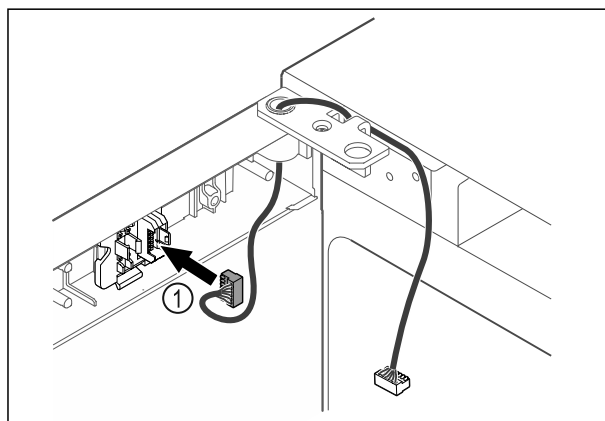

Fig. 43
- Enchufar el conector Fig. 43 (1) en su soporte.